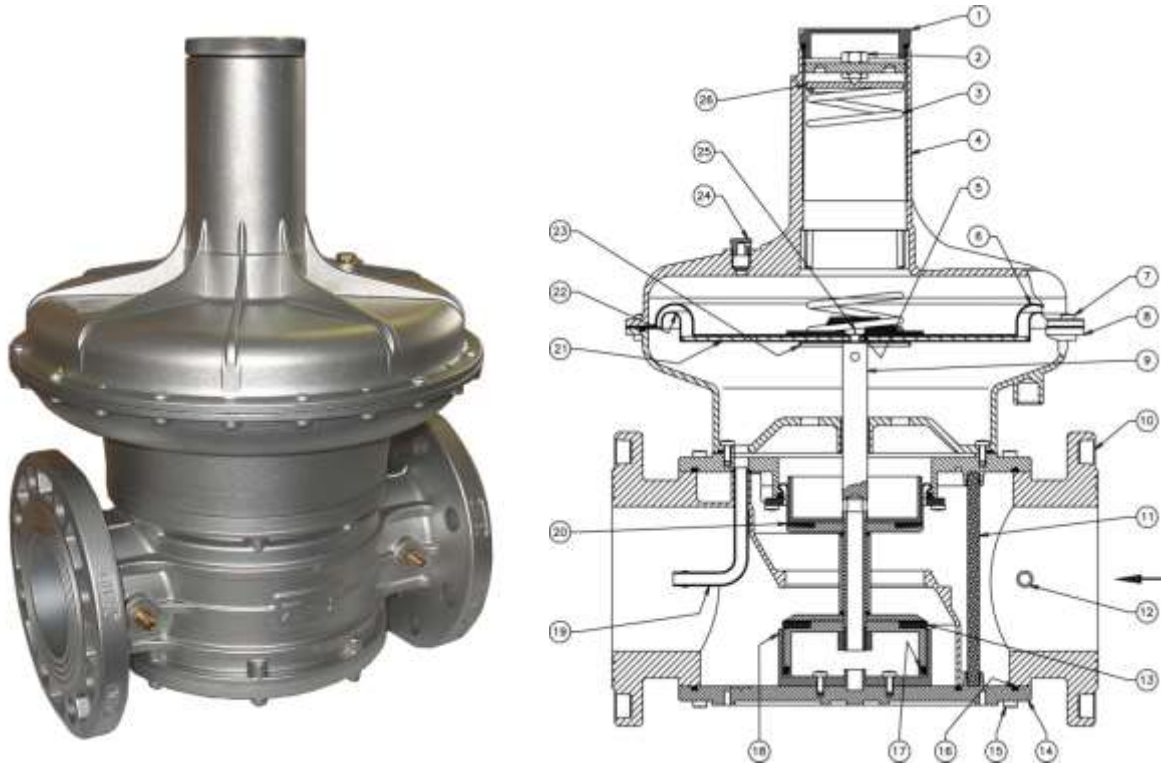

Рис. 3
Регулятор (рис. 3) состоит из: колпачок (1); винт настройки выходного давления (2); пружина настройки выходного давления (3); воронка (4); шайба (5); предохранительная мембрана (6); винты (7); корпус подмембранной части (8); центральный шток (9); корпус (10); фильтрующий элемент (11); штуцер для отбора давления (12); уплотнитель затвора (13); нижняя крышка (14); винты крепления нижней крышки (15); уплотнительное кольцо (16); тефлоновое кольцо (17); седло (18); встроенный импульс (19); компенсационная мембрана (20); верхний диск мембраны (21); рабочая мембрана (22); нижний диск мембраны (23); пылезащитный колпачок (24); гайка (25), шайба пружины (26).